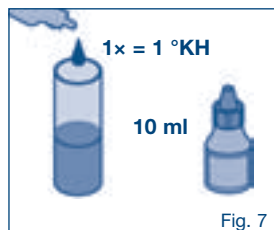

Fig. 7
1. Pour connaître la dureté carbonatée de l'eau, il vous est possible de vous adresser au distributeur d'eau local ou de réaliser un test rapide (test en gouttes, fig. 7). Le tableau 1-3 du chapitre 10 indique le réglage bypass approprié et la capacité type du filtre en fonction de la dureté carbonatée et du type d'utilisation.